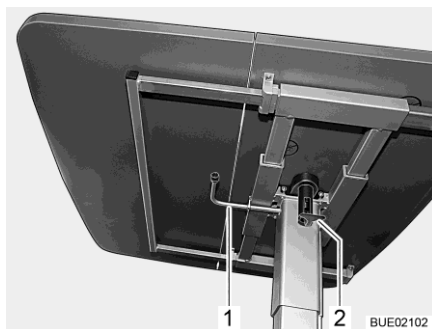

Bild 133 Lyftbord
Förskjuta bordsskivan: ■ För ned låsarmen (Bild 133,2).
- Sväng spaken (Bild 133,1) under bordsskivan 180° medurs. Lyftmekanismen i bordsbenet låses upp.
- Sväng spaken (Bild 133,1) under bordsskivan 180° medurs. Bordsskivan åker själv upp till det övre ändläget.